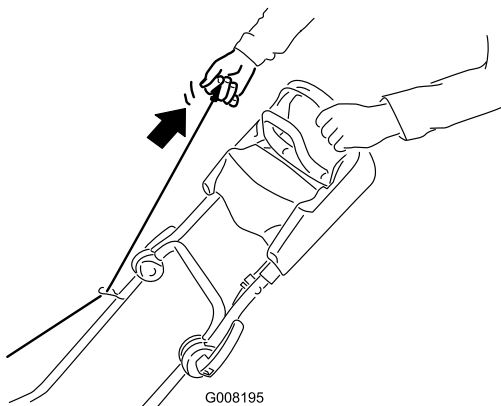
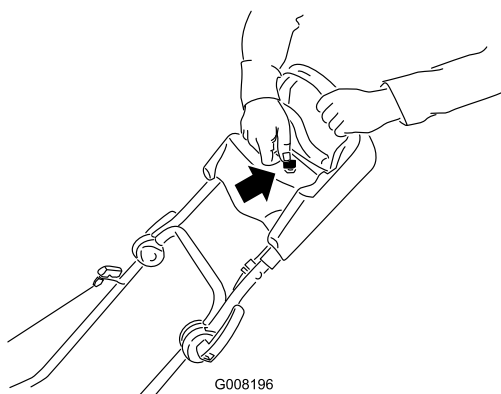

Figura 15
Figura 16
2. Tire del arrancador de retroceso (Figura 15) o gire la llave de contacto según se muestra en (Figura 16) (modelo 21027 solamente).